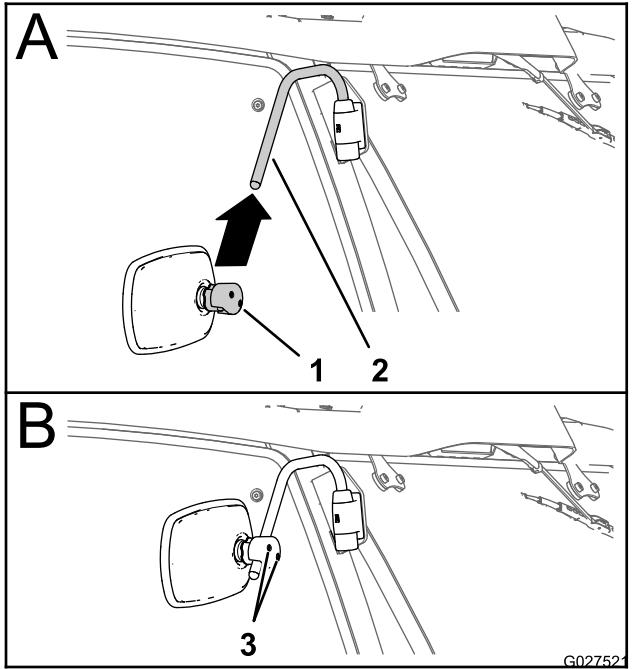

Figure 5
- Alignez le collier de montage du rétroviseur et le bras de support (A de Figure 5).
- Glissez le rétroviseur sur le bras de support (A de Figure 5).
- Serrez les 2 vis d'assemblage (5 mm) du collier de montage (B de la Figure 5) à un **couple maximum** de 3 N·m.